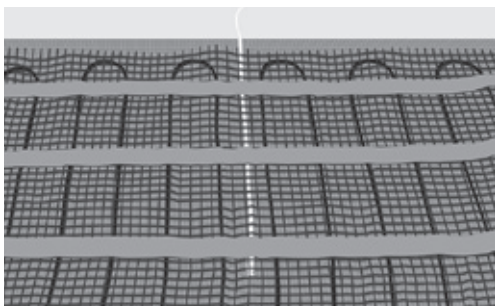

Fig. 7. Plasser rørløringen/sensoren mellom kablene
11. Plasser og fest ledningsrøret, eventuelt gulvsensoren hvis det ikke er montert noe ledningsrør. Sørg for å plassere røret/sensoren mellom to varmekabler (fig. 7).